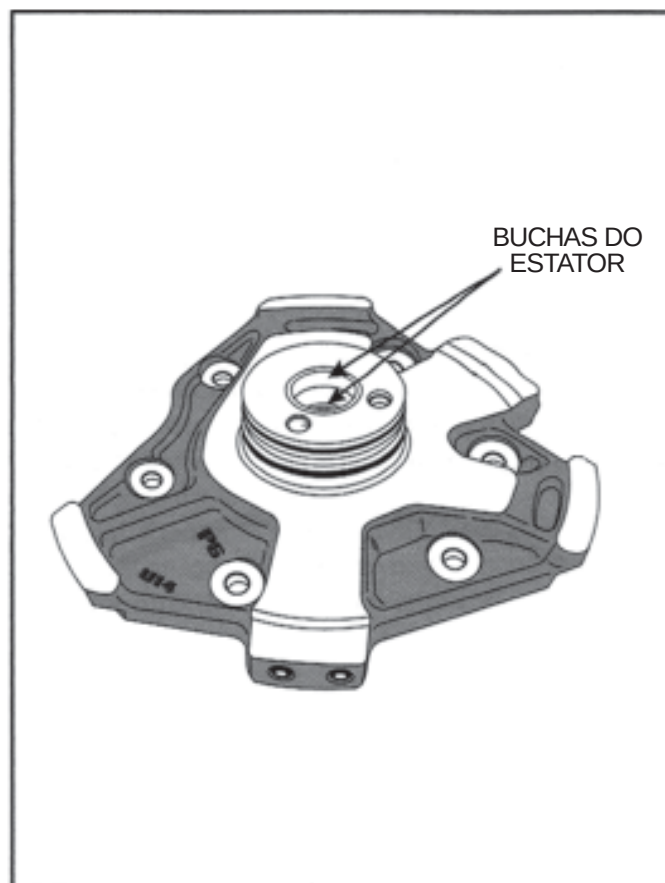

Figura 58
12. Inspecione cuidadosamente as buchas do estator, conforme ilustrado na Figura 58.